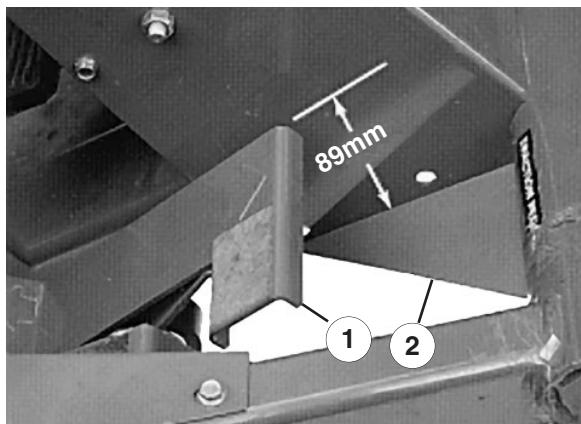
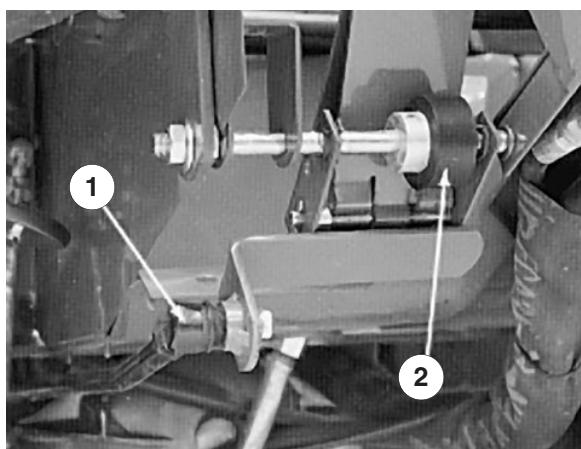

Bild 35
Bild 36
2. Treten Sie die Vorderseite des Fahrpedals durch, um festzustellen wie weit Sie durchdrücken können. Wenn das Pedal ganz durchgetreten wird, sollte zwischen dem Pedalende und der Bodenplatte ein Abstand von circa 89 mm sein (Bild 35). Stellen Sie die Pumpsteuerungsstange ein (Bild 36), um den richtigen Abstand zu erreichen.
1. Lösen Sie die beiden Muttern, mit denen die Fahrpedalwelle an der rechten Seite des Pedals angebracht ist (Bild 36).